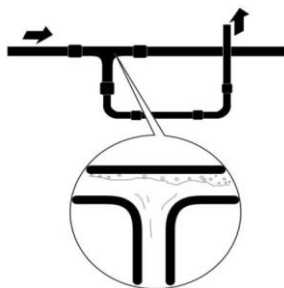

图 5-4 液路分支示意图
- 当液体管路需要分支时，液体支管必须从干路底部分出，或支路对角斜切承插于干路管，如图 5-4 液路分支示意图所示，保证如果液管内为气液两相时，分支能分配到液体而不是气体。